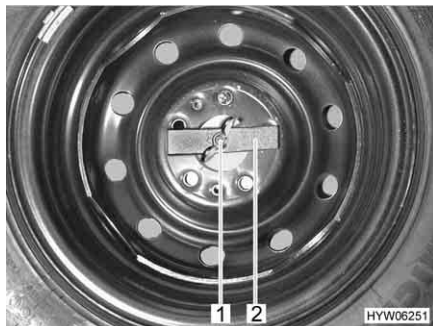

Fig. 118 Ruota di scorta nel gavone di coda
- Svitare manualmente il dado ad alette (Fig. 118,1) e rimuoverlo.
- Rimuovere la barretta di compressione (Fig. 118,2).